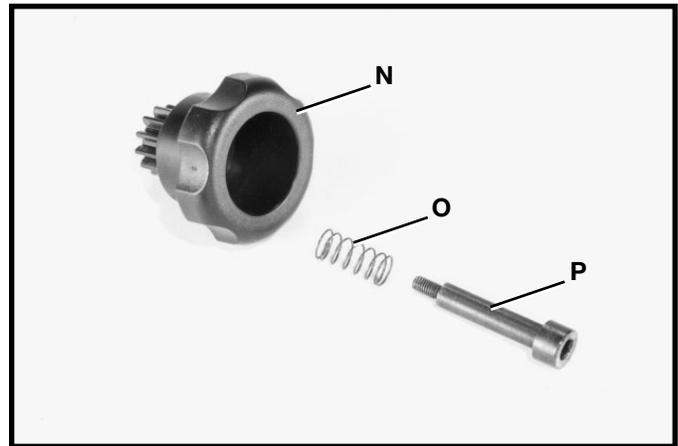

Fig. 9
6. Situez le bouton de réglage (N) fig. 9, le ressort (O) et la vis spéciale (P).